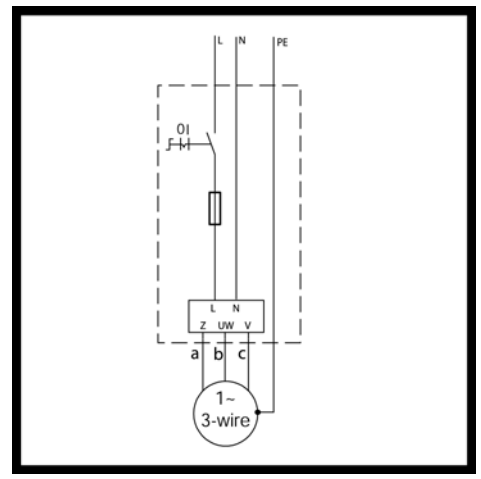

Fig.: 15
- 3 Conexão de aço inoxidável especial com 3 fios (Fig.: 15)